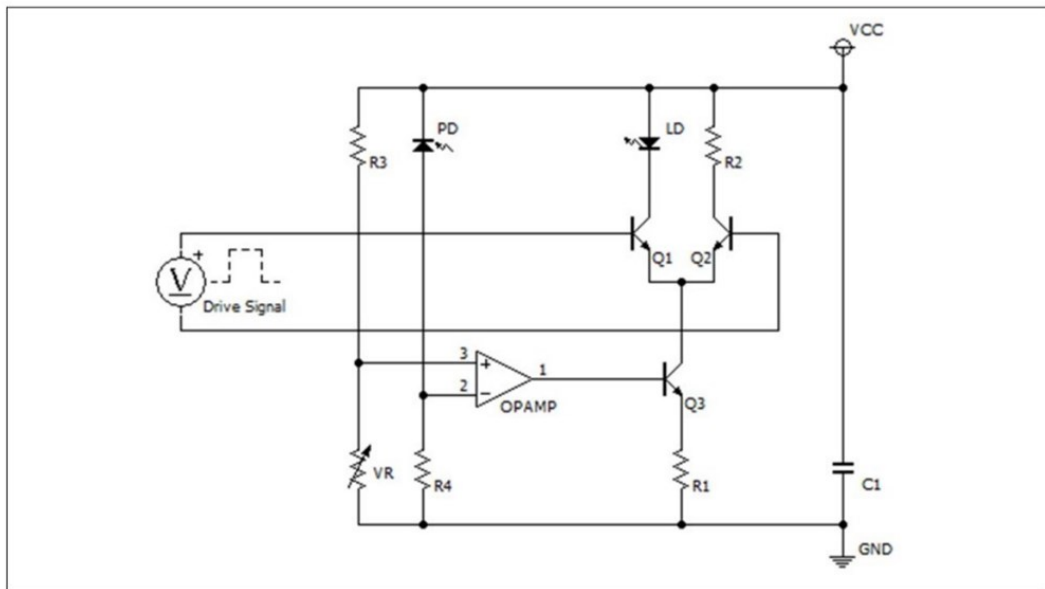

图 2 简单的驱动电路图。
d. 图 2 所示是一个激光二极管驱动电路的示例。在图 2 中，决定点亮激光二极管的电流的恒流电路配置有一个运算放大器、一个晶体管Q3和一个电阻R1。在执行APC时，请控制晶体管Q3的基极电位；